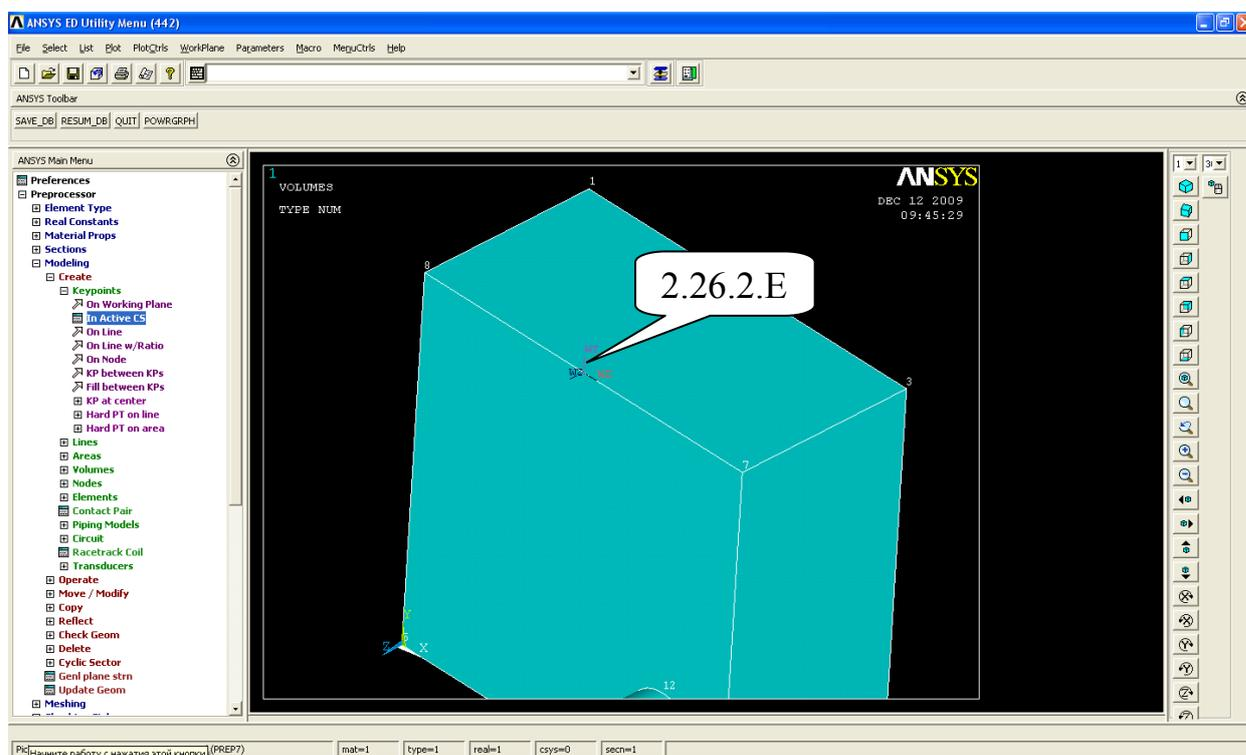

Рисунок 1.24 – Создание рабочей плоскости
- F. Нажать ЛКМ «ОК» (рисунок 1.24).